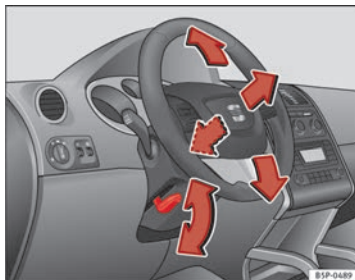

Fig. 132 Réglage de la position du volant
- Poussez le levier $\Rightarrow$ fig. 132 situé sous la colonne de direction vers le bas $\Rightarrow$ ⚠.